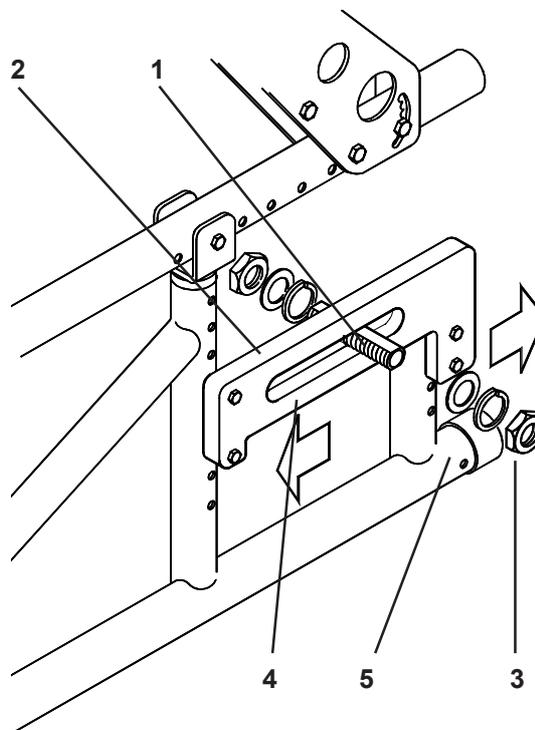

Abb. 39
Der Schwerpunkt kann eingestellt werden (Abb. 39), indem der Radadapter (1) auf der geschlitzten Radhalteplatte (2) vor- und rückwärts bewegt wird. Um den Radadapter (1) zu verstellen, lösen Sie die äussere Mutter (3) und schieben den Radadapter (1) mit der Sicherungsscheibe (5) in die gewünschte Position. Ziehen Sie dann die Mutter (3) wieder an.